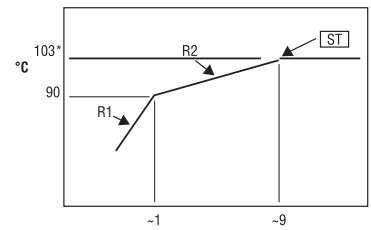

Figura 1. Algoritmo predefinito UniBlate
- La temperatura predefinita della RF è pari a 103 °C. La modifica della temperatura impostata determina uno scarto di compensazione del punto finale della prima curva mostrata nella figura 1 equivalente alla differenza di gradi rispetto all'impostazione predefinita: per esempio un'impostazione di 100 °C determina un abbassamento del punto finale della prima curva da 90 °C a 87 °C.